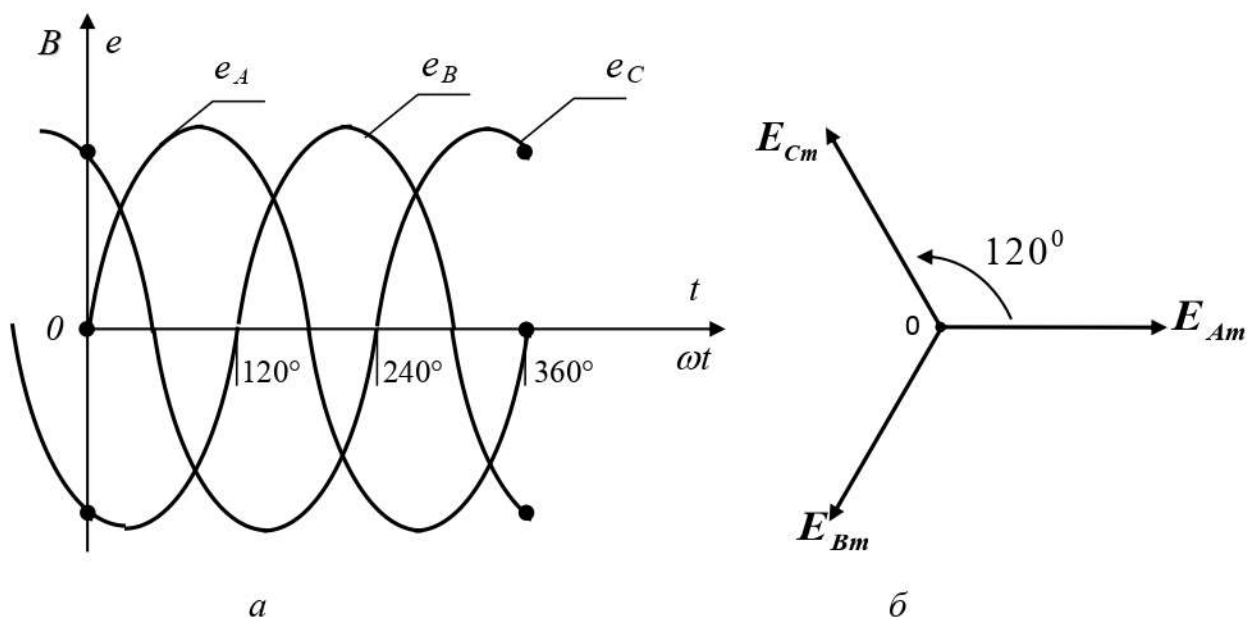

Рисунок 2 – Часові функції (а) та векторна діаграма е.р.с. (б) трифазної системи
3.4 Зібрати схему електричну принципову експериментальної установки для дослідження трифазного симетричного кола змінного синусоїдного струму при з'єднанні фаз навантаження за схемою «трикутник» – рисунок 2.
5. Рисунок 2 – Схема електрична принципова експериментальної установки для дослідження трифазного симетричного кола змінного синусоїдного струму при з'єднанні фаз навантаження за схемою «трикутник»